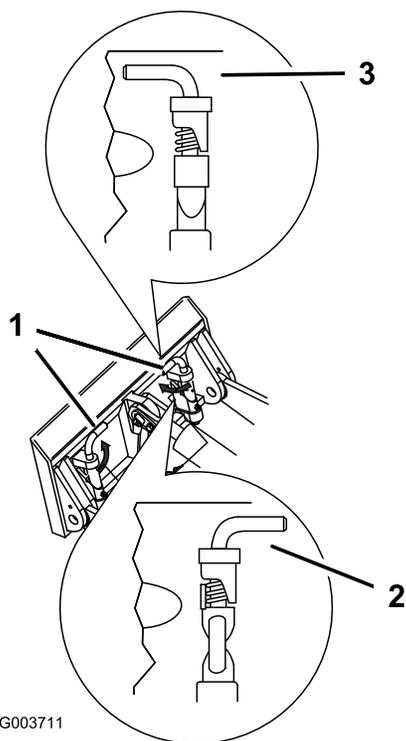

Рисунок 16
7. Закрепите быстроустанавливаемые штифты, убедившись, что они полностью вошли в монтажную пластину (**Рисунок 16**).